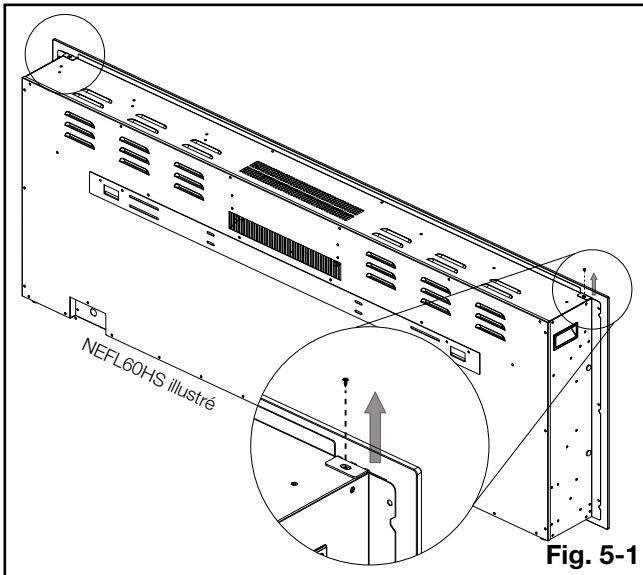

Fig. 5-1
- Avec une main sur le verre avant pour la-prévenir de tomber, retirez les deux vis (1 par côté) du haut de l'appareil (**Fig. 5-1**). Mettez au côté les vis.